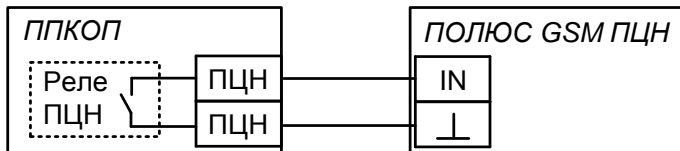

Рис.7 Схема подключения к ППКОП
3. Подключите соединительный кабель к планируемому устройству (вариант схемы подключения – см. рис.7).